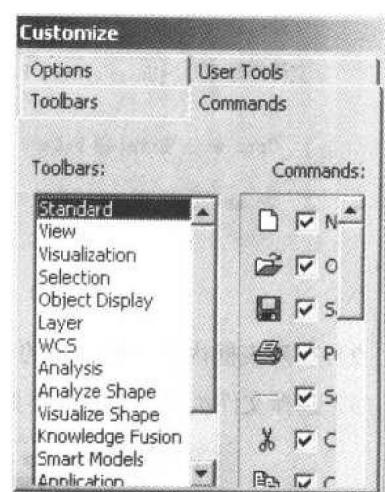

图1-11 定制工具条命令对话框
2) Commands：用于添加或除去工具条上的图标，如图1-11所示。